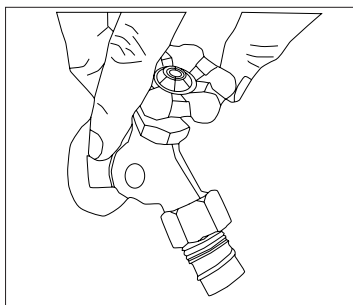

Fig. 17
- Abra el suministro de agua en el grifo (Fig. 17).